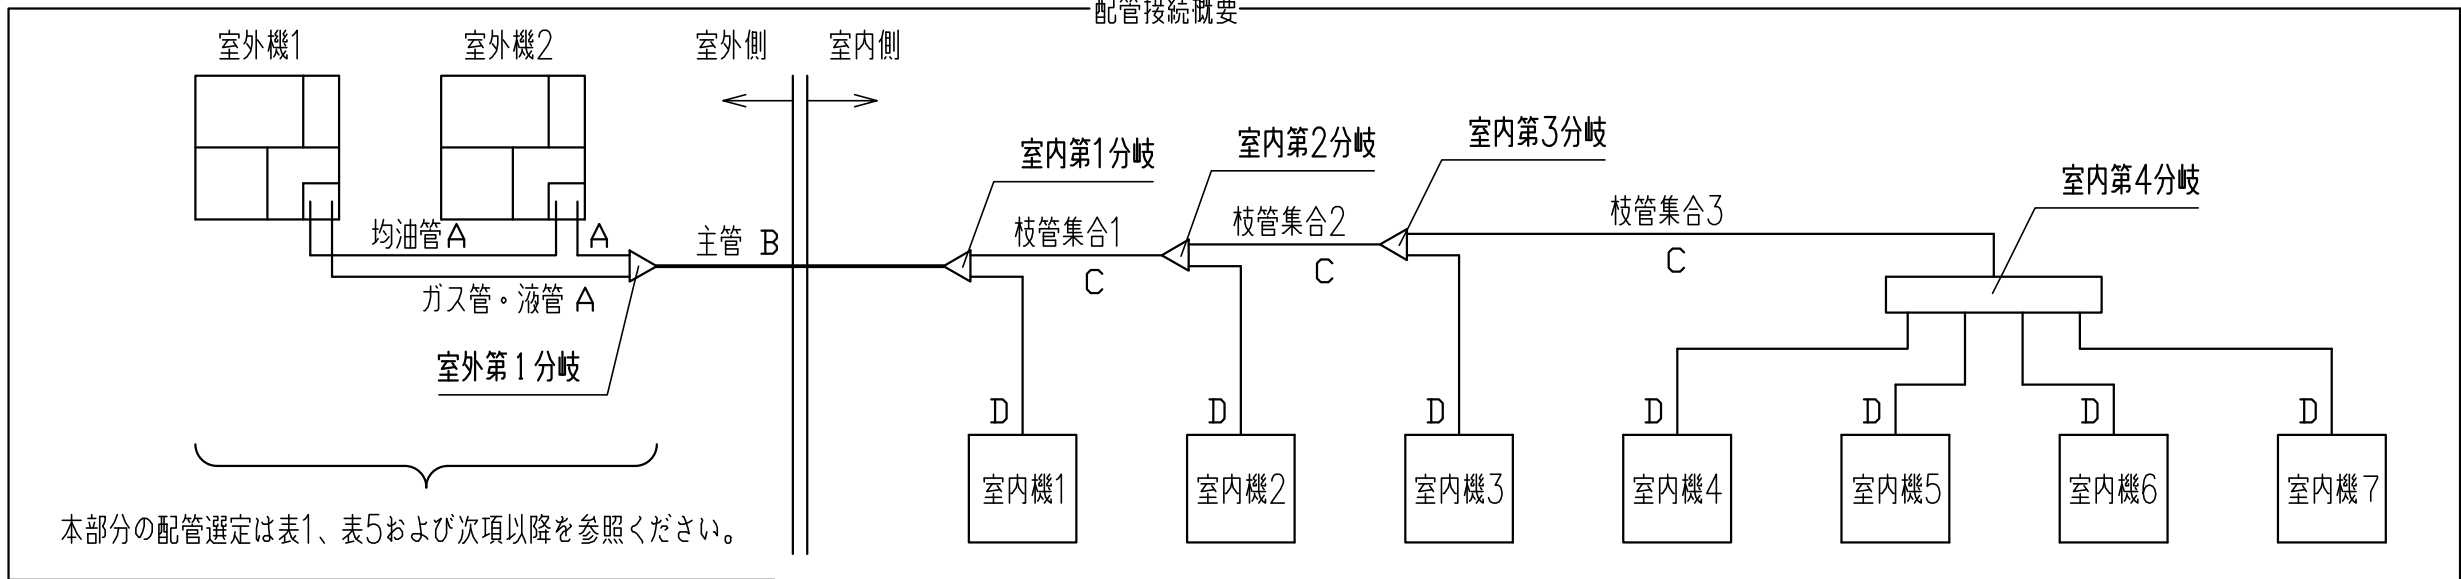

図 1
(1) 室外機～室外機側の分岐間：図1のA部
(2) 主管(室外側の分岐～室内側の第一分岐間)：図1のB部
(3) 室内側の第一分岐～室内側分岐間：図1のC部
但し、主管(図1のB部)サイズを超えないでください。
(4) 室内側分岐～室内機間：図1のD部